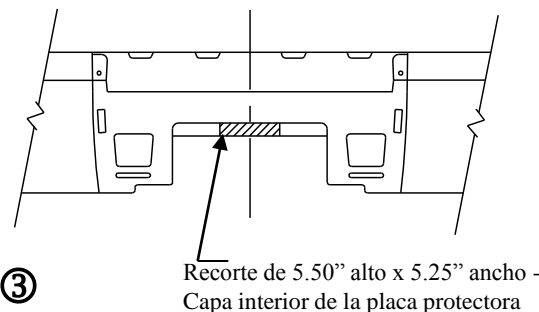

Figura 3
3. Instale el enganche y los soportes de refuerzo como se muestra en la Figura 2 (en los modelos 2002 y posteriores, recorte la placa protectora como se muestra en la Figura 3).